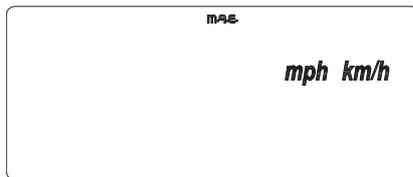

Fig. 14
Se visualizarán los símbolos km/h y mph con la unidad seleccionada que será mostrada en intermitencia (con  $f=1\text{Hz}$ ,  $\text{Duty}=50\%$ ) (fig. 14).
*Uniquement les symboles Km/h et mph seront affichés avec l'unité sélectionnée qui clignotera (avec  $f=1\text{Hz}$ ,  $\text{Duty}=50\%$ ) (fig. 14).*